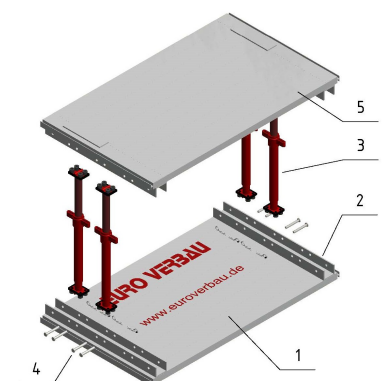

Bild 1a
4. Montage (siehe Bild 1a/1b):
- Platte (1) mit den Führungspfosten (2) nach oben auf ebenes Gelände legen.
- Streben (3) so in den Führungspfosten einsetzen, dass die Spindeln der Streben immer wechselseitig montiert sind (siehe Bild 1a). Diese ist statisch bedingt und führt bei Nichtbeachtung zu einer Minderung der Festigkeit der Aussteifung. Je zwei Steckbolzen (4) $d = 20$ mm, $L = 140$ mm in die vorgesehenen Bohrungen des Führungspfostens, über die Kopfplatten der Streben, einführen und mit Federsteckern sichern. Entsprechend werden alle vier Streben montiert!
- Nachdem alle vier Streben montiert sind, wird an der zweiten Platte (5) ein geeignetes Hebezeug eingehängt. Die Gewichte der Einheiten entnehmen Sie den Datenblättern. Die zweite Platte wird dann von oben her aufgesetzt, verbolzt und gesichert.